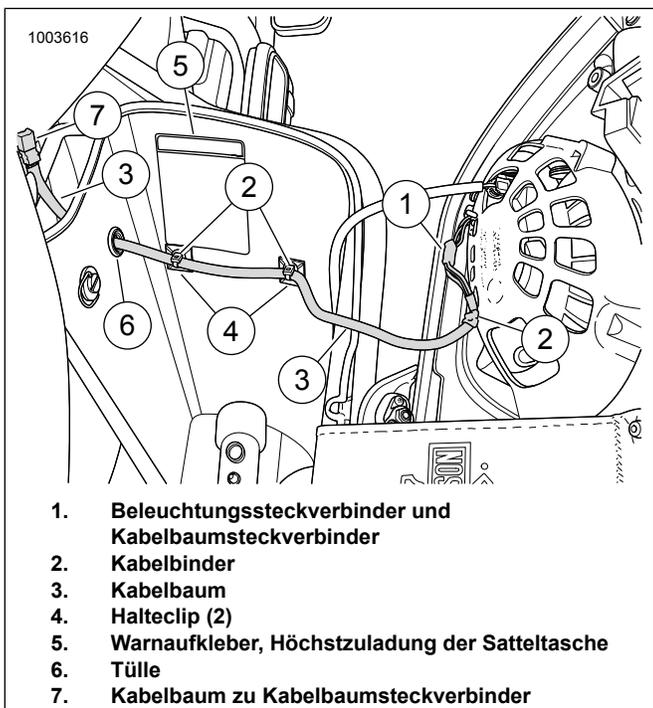

Abbildung 8. Satteltaschen-Kabelverlegung
15. Siehe Abbildung 8. Die Tülle ungefähr 11 cm (4-1/2 in) vom Ende des Kabelbaums aus der Satteltasche schieben. Damit verbleiben nach dem Einbau der Tülle ungefähr 11 cm (4-1/2 in) außerhalb der Satteltasche.
17. Steckverbinder (1) des Lichtgenerators mit dem Kabelbaum verbinden. Den Kabelbaum in der Nähe des Anschlusses mit Kabelbinder (2) am Lautsprecher befestigen.